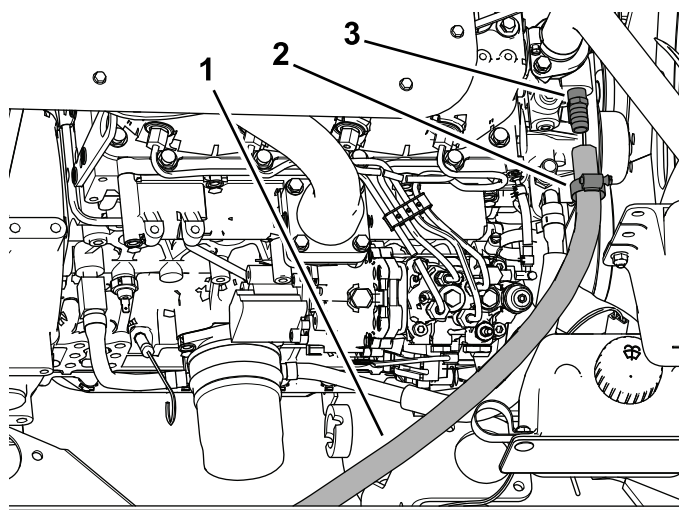

图 36
5. 将软管夹滑动到供水软管上然后将软管插入接头 $\frac{3}{8}$ NPT x 0.625 倒钩如图 36 所示。